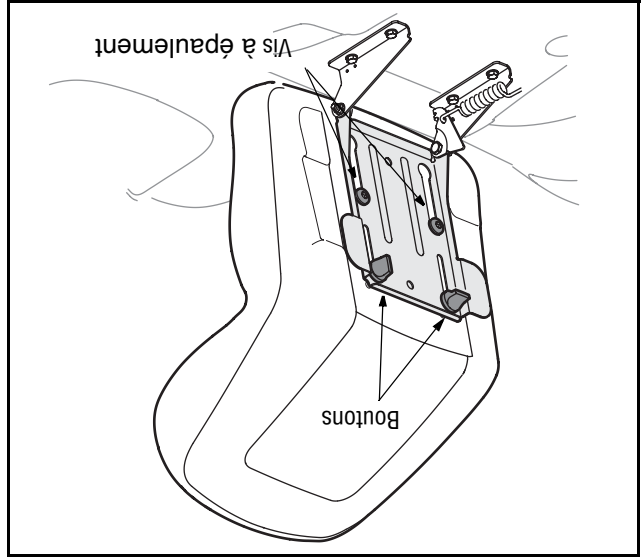

Figure 3
2. Placez les vis à épaulement (qui se trouvent sur la base du siège) dans les fentes du support du pivotement du siège. Voir la Figure 3.
4. Choisissez la position du siège et maintenez-le en place avec les deux boutons retirées plus tôt. Voir la Figure 3.